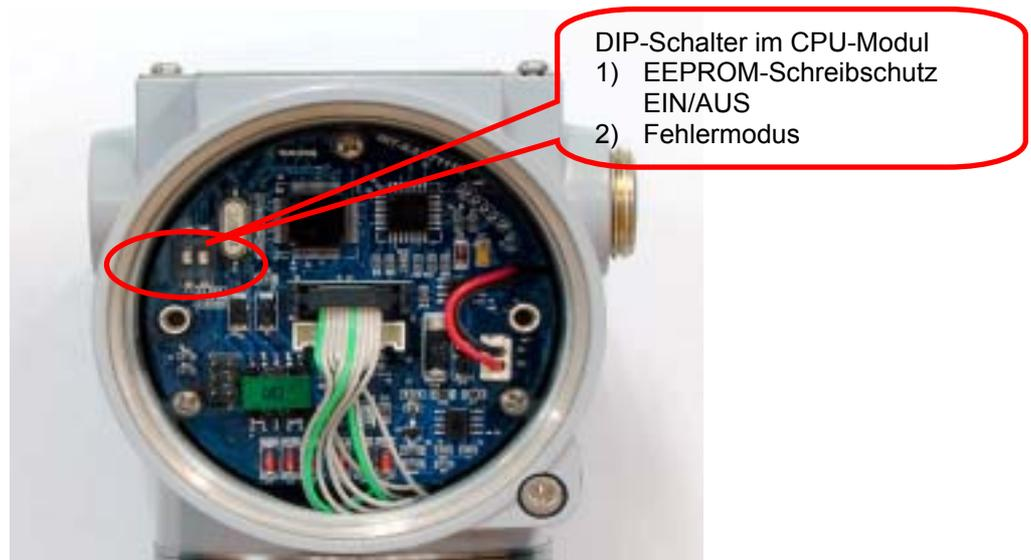

Abbildung 4-3: Fehlermodus- und EEPROM-WRITE DIP-Schalter im CPU-Modul
Zur Speicherung unterschiedlicher Konfigurationsvariablen im PAD im Falle eines Stromausfalls ist ein EEPROM (Electrically Erasable Programmable ROM = elektrisch löschbarer und programmierbarer Nur-Lese-Speicher) vorgesehen. Zum Verriegeln der Gerätekonfiguration und zum Schutz gegen gespeicherte Datenänderungen kann man ein HART®-Handterminal oder ein externes HART®-PC einsetzen und damit eine im Statusmenü befindlicher Einstellung zur Aktivierung solcher Verriegelung vornehmen. Optional steht hardwareseitig zum Schreibschutz im CPU-Modul ein DIP-Schalter (1) (neben DIP-Schalter „2“ zur Einstellung Fehlermodus) zur Verfügung. Wird der DIP-Schalter in Position „UP“ (oben) eingestellt, kann der Benutzer keine Konfigurationsänderung der bereits in EEPROM gespeicherten Daten anhand Drucktasten und/oder HART®-Handterminal vornehmen. Wird der DIP-Schalter (1) in Position „DOWN“ (unten) eingestellt, kann der Benutzer Änderungen der bereits in EEPROM gespeicherten Daten vornehmen. Die Werkseinstellung vor Auslieferung ist auf "EN" (Konfigurationsänderung „aktiviert“) gesetzt. (Siehe Abbildung 4-3.)
Hinweis: DIP-Schalter (1) links in Abbildung 4-3 ist für die Auswahl WRITE aktiviert/ deaktiviert. DIP-Schalter (2) rechts in Abbildung 4-3 ist für Fehlermodus